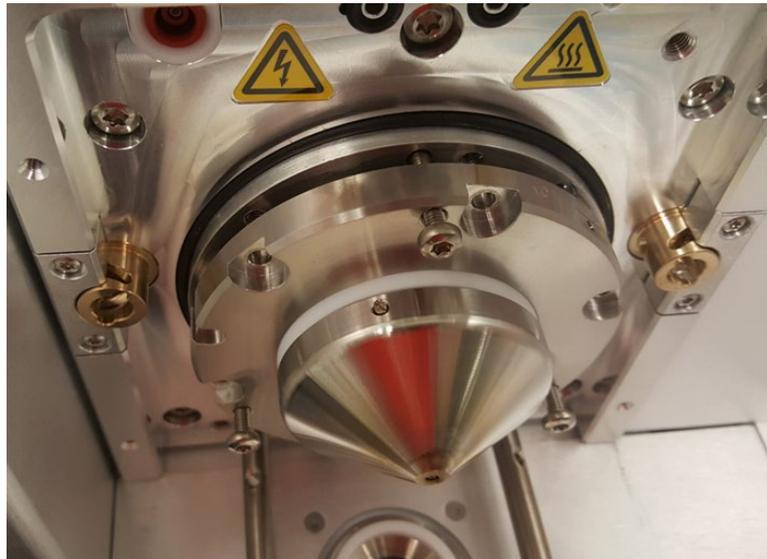

Abbildung 109: Ansicht der Frontoptik mit gebrochener Dichtung
- 6) Der Konus sollte weit genug herausgeschoben werden, um die interne Dichtung zu brechen. Wenn dies der Fall ist, entfernen Sie den Konus und die Frontoptik per Hand. Siehe Abbildung 109: Ansicht der Frontoptik mit gebrochener Dichtung.